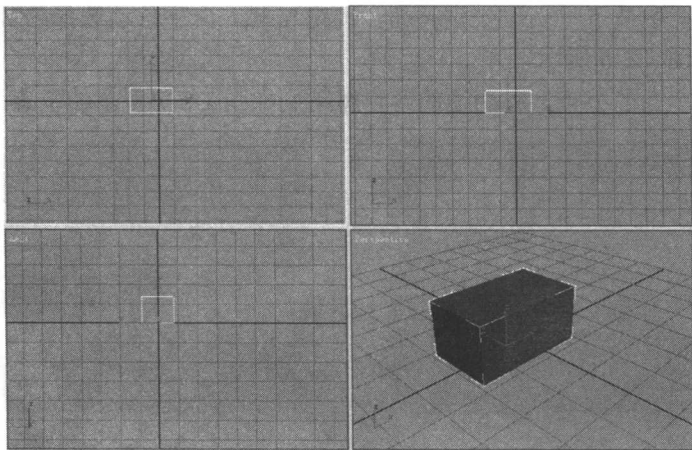

图 1-2-10 创建长方体
(1) 在视图中建立一个长方体物体，将其中的段数设置如下：【长度段数】为 1、【宽度段数】为 1、【高度段数】为 1。如图 1-2-10 所示。